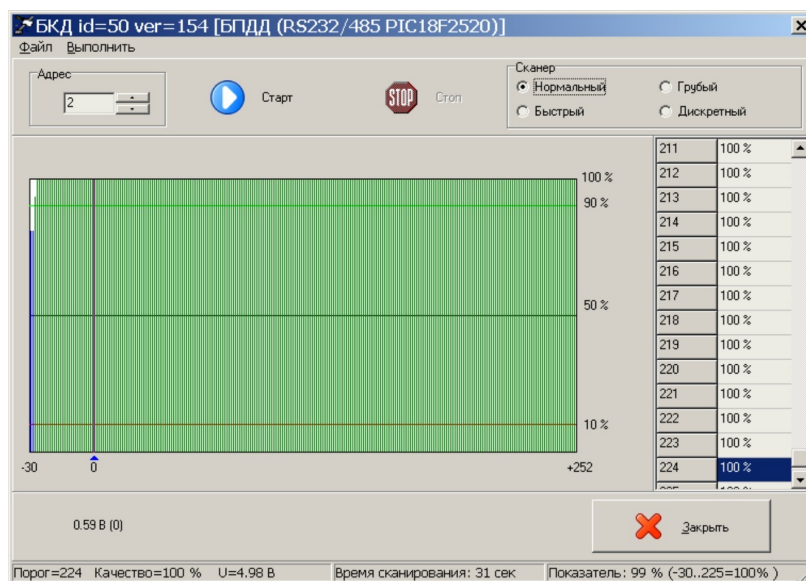

Рисунок 18
- 2) Выбрать в таблице устройств блок «БПДД». В окне «Поиск» выбрать команду «Сканер». В открывшемся окне установить признак «Нормальный» и ввести команду «Старт» (рисунок 18). Дождаться окончания сканирования. Проверить, что при пороге от «минус 27» до «плюс 255» качество связи 100%.